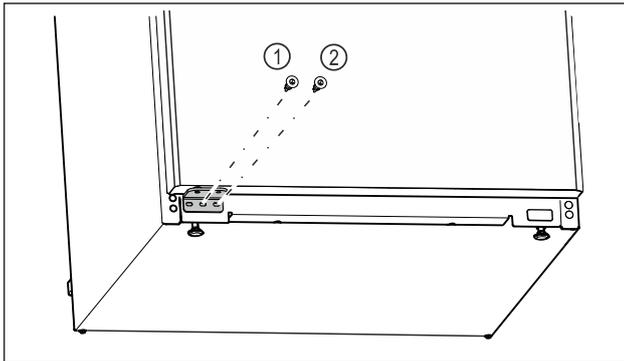

Fig. 26
- ▶ Mittlere Schraube des Lagerbocks Fig. 26 (1) mit Schraubendreher Torx 20 festschrauben.
- ▶ Innere Schraube des Lagerbocks Fig. 26 (2) mit Schraubendreher Torx 20 festschrauben.